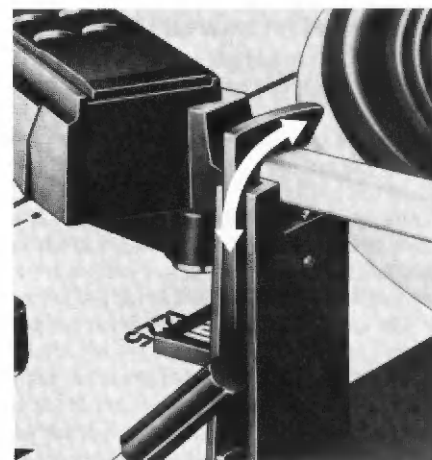

Fig. 8
Wählen Sie bitte die Plattenteller-Drehzahl 33 1/3 oder 45 U/min ⑩ und entriegeln Sie den Tonarm (Fig. 8).
Nach dem Spielen der Schallplatte erfolgt die Rückführung des Tonarmes und das Abschalten automatisch. Es empfiehlt sich, den Tonarm wieder zu verriegeln (Fig. 8).